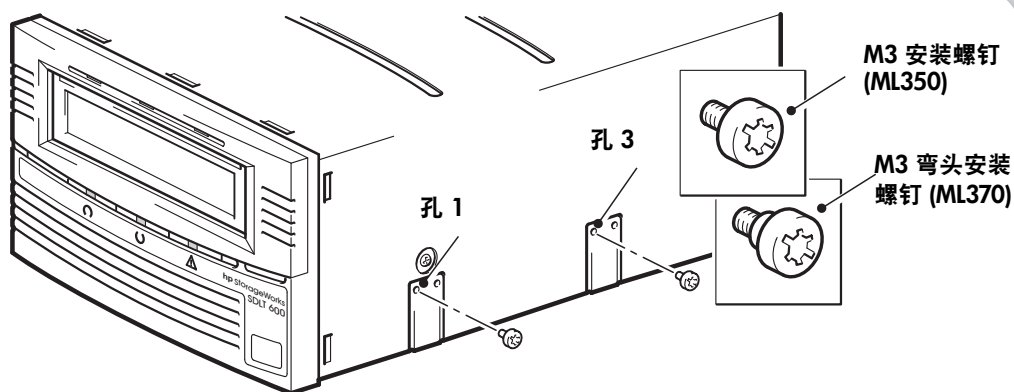

图 5c：在一台普通的 HP ProLiant ML530 或 370 服务器上拧上安装螺钉
- 1 使用 T8 Torx 螺丝刀来拧紧相应的螺钉。您必须单独购买 M3 螺钉。将螺钉放在磁带机右侧的孔（孔 1 和 3）中，如图 5c 所示。